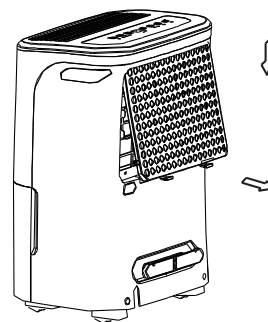

Fig. 8
- Afferrare la linguetta del filtro e tirarla verso l'alto, quindi estrarla come mostrato in Fig.8.